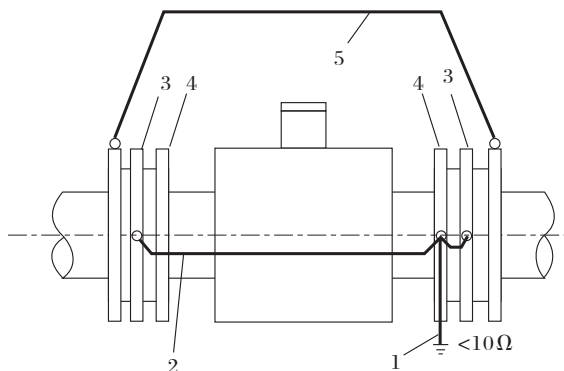

图14 在阴极保护管道上安装时的接地示意图
• 传感器在阴极保护管道上安装时，必须在传感器的两端仔细安装接地环（或接地法兰）见图14。